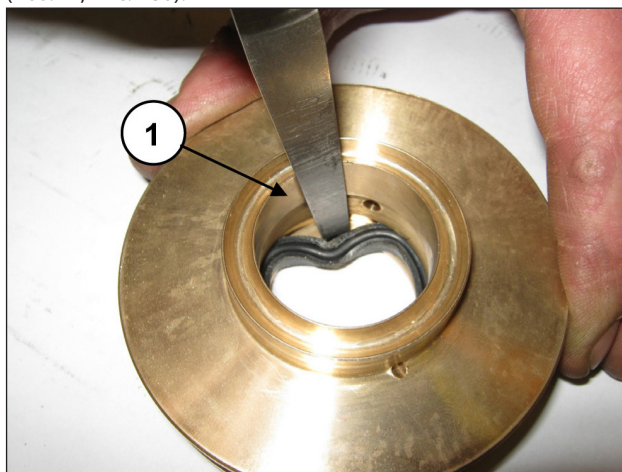

Рис. 180
Для снятия уплотнения для низкого давления необходимо использовать толщиномер или другой инструмент, который не может повредить гнездо опоры уплотнений (поз. ①, Рис. 180).